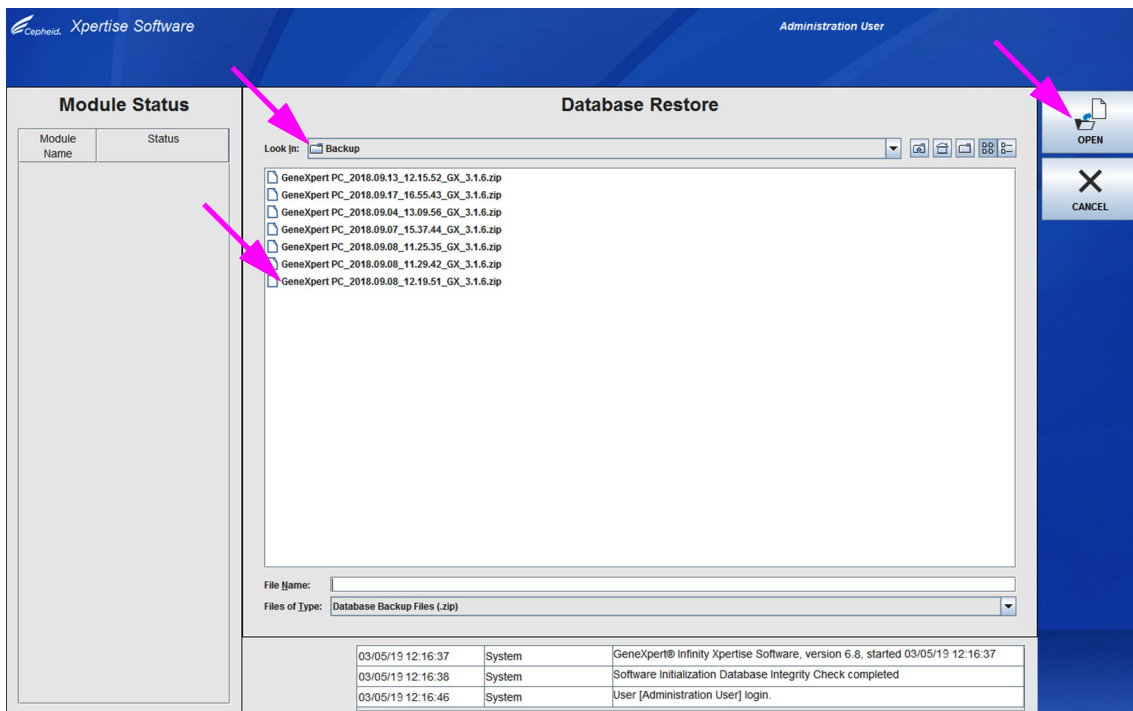

Figura 5-154. Área de trabalho Database Restore (Restaurar base de dados) a mostrar a seleção de ficheiros
6. Utilize a lista pendente **Look In: (Procurar em:)** para localizar e selecionar a pasta onde o ficheiro da cópia de segurança da base de dados (.zip) está guardado. Ver Figura 5-154.
7. Selecione o ficheiro e selecione o botão **OPEN (ABRIR)** (ver Figura 5-154).